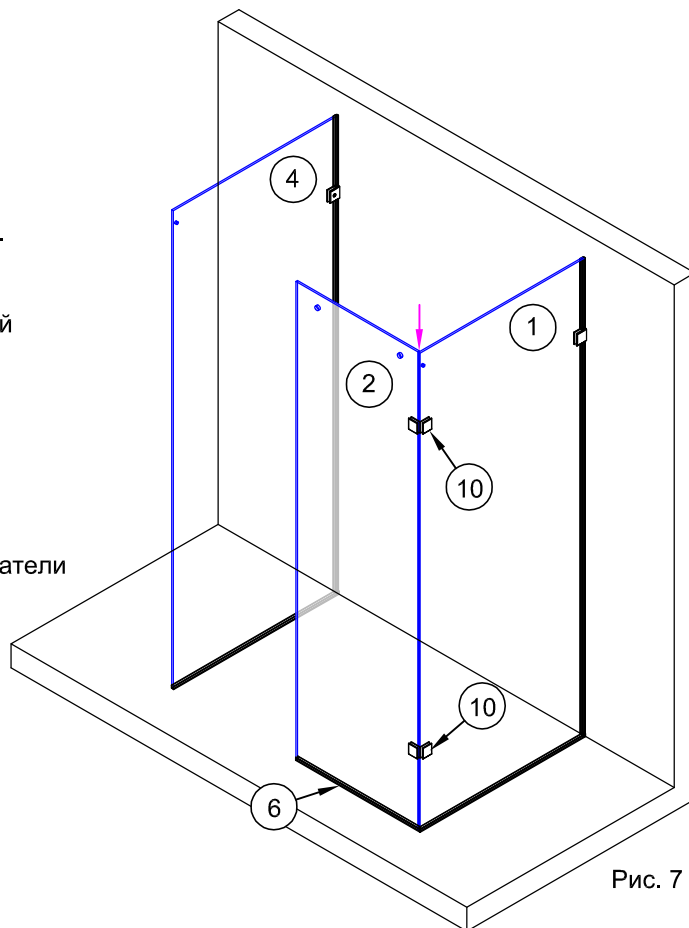

Рис. 7
2.11. Вставить панель №2 в профиль на полу №6. В отверстия на панелях №1 и №2 установить угловые держатели стекла №10 (рис.7). Снаружи установить и прикрутить предварительно снятые фиксирующие пластины.